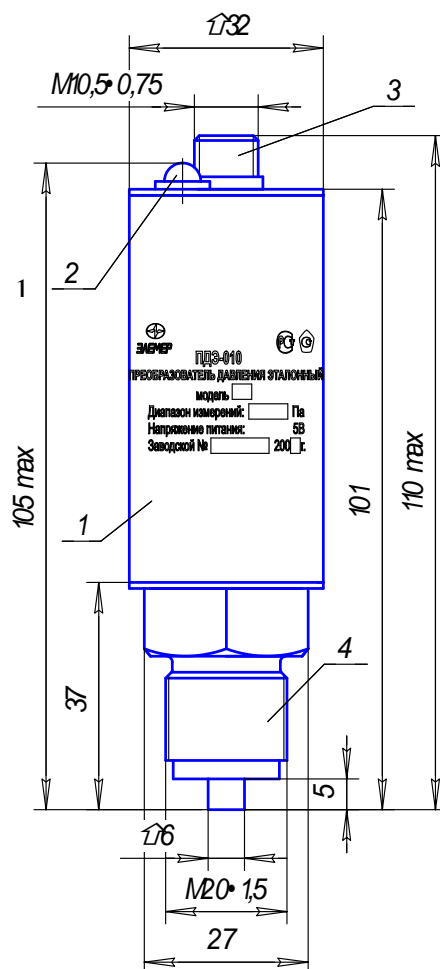

Рисунок 1 – Внешний вид, габаритные и присоединительные размеры преобразователя
1.4.2 Преобразователь представляет собой единую конструкцию: первичный преобразователь объединен в одном корпусе с электронным устройством (вторичным преобразователем). На корпусе преобразователя 1 (см. рисунок 1) находится кнопка корректировки «нуля» 2.
- на 1-2 с нажмите кнопку корректировки «нуля» 2 (см. рис.1).